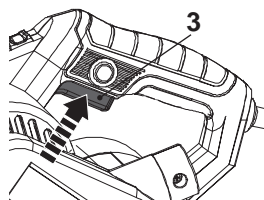

Fig. 14
1. Encender el producto presionando el interruptor de encendido/apagado (3) y manteniéndolo en posición (Fig. 14, paso 1).
2. Presionar el botón de bloqueo (4) y mantenerlo en posición para bloquear el interruptor de encendido/apagado (3) (Fig. 14, paso 2).
3. Soltar el botón de bloqueo (4) y el interruptor de encendido/apagado (3). El interruptor de encendido/apagado ahora está bloqueado para realizar un uso continuo.
4. Pulsar y soltar el interruptor de encendido/apagado (3) para apagar el producto.